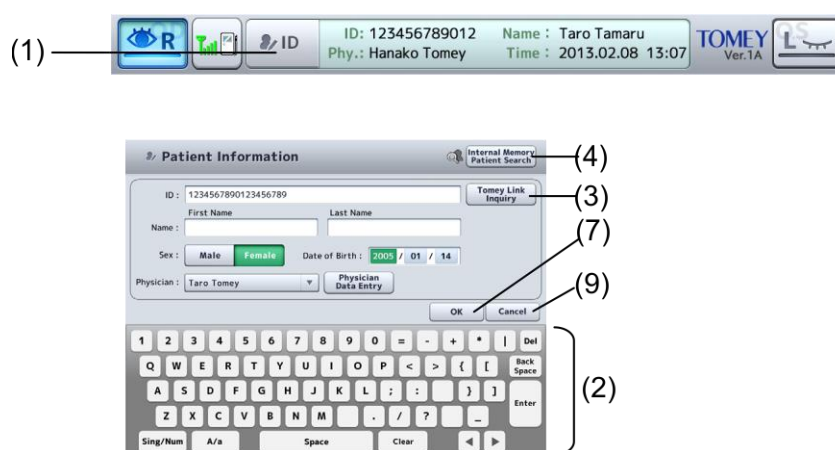
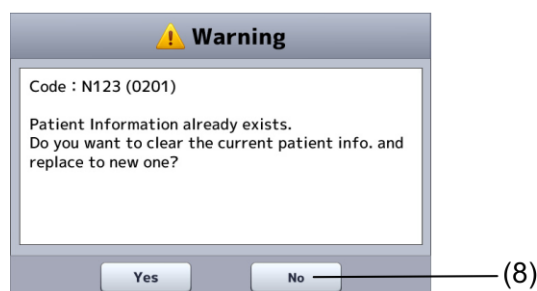

Рис. 1
Рис. 3
- Идентификатор пациента (ID) может вводиться только на экране ввода информации о пациенте.
- 1) Нажмите на кнопку «ID» (1) для открытия экрана информации о пациенте (рис. 1).
- 4) После ввода информации о пациенте нажмите на кнопку «ОК» (7) для применения введенных данных и возврата в предыдущий экран. Если идентификатор пациента вводится, когда информация о нем и данные его измерений уже имеются, отобразится экран подтверждения (рис. 3).
- 5) Нажмите на кнопку «No» (нет) (8) на экране подтверждения (рис. 3) или на кнопку «No» (нет) на экране информации о пациенте (рис. 1) для игнорирования введенных данных и возврата к предыдущему экрану.